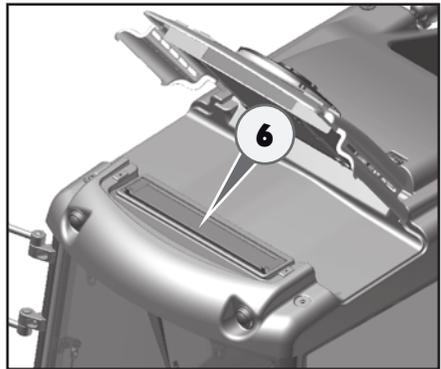

Abb. 6.71
1. Die Befestigungsknöpfe (4) lösen.
2. Die Dachluke (5) von der Vorderseite anheben und nach hinten drehen (Abb. 6.71).
3. Den Filter (6) aus seinem Sitz nehmen.